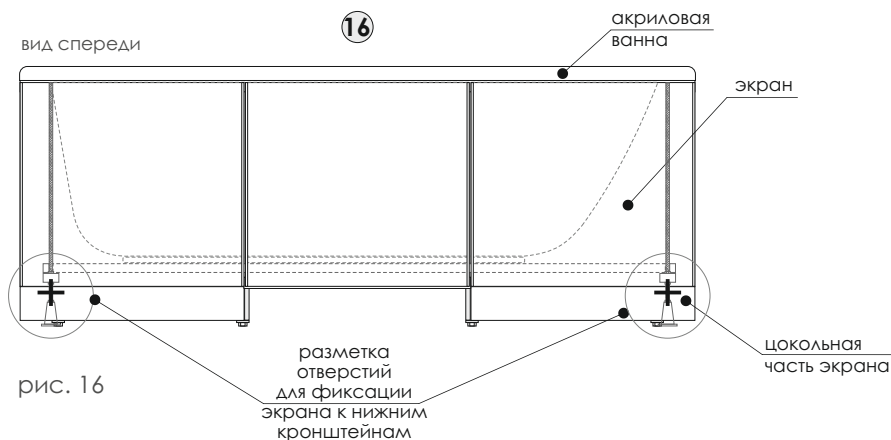

рис. 16
16. Разметьте отверстия для фиксации экрана в его цокольной части и в нижних кронштейнах (рис.16).